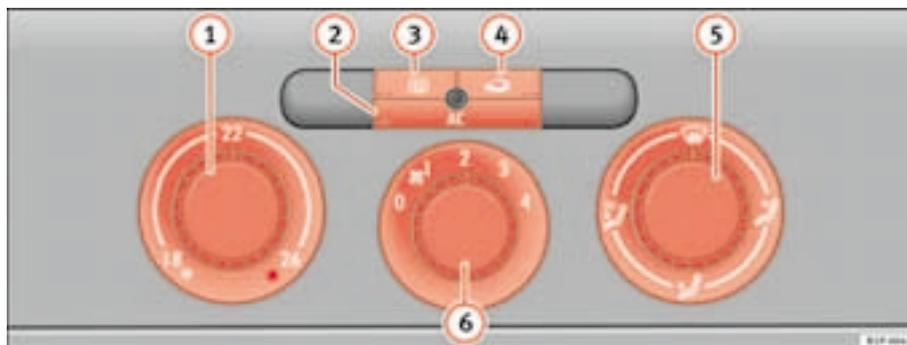

Fig. 106 Mandos del Climatic en el tablero de instrumentos
- Gire el regulador de la temperatura ⇒ fig. 106 ① hacia la derecha hasta alcanzar el grado de calefacción deseado.